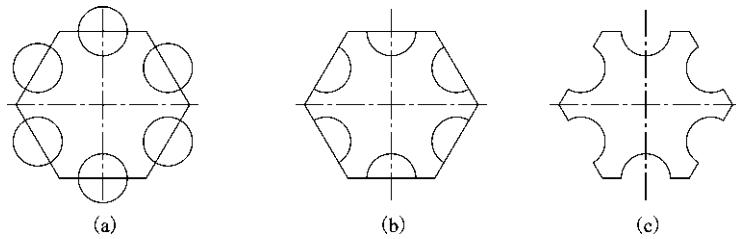

图 1-44 修剪实例
【实例 1-19】 利用修剪命令将图 1-44(a) 所示图形修改为图 1-44(c) 所示图形。
①执行【正多边形/POL】命令绘制任意一正多边形，执行【圆/C】命令，以多边形每条边的中点为圆心绘制 6 个小圆，执行【直线/L】命令绘制两条中心线，如图 1-44(a) 所示。
②执行【修剪/TR】命令将图形修剪成如图 1-44(c) 所示结果。
选择要修剪的对象，或按住 Shift 键选择要延伸的对象或[剪切边(T)/窗交(C)/模式(O)/投影(P)/删除(R)]：//依次单击六边形外侧的圆，图形变成如图 1-44(b) 所示。再依次单击半圆中的六边形部分，使图形变成如图 1-44(c) 所示。